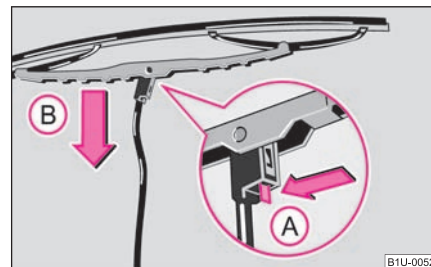

Fig. 51 Escobilla para el parabrisas
- Presione el resorte de seguridad en sentido de la flecha **(A)** y, al mismo tiempo, presione la escobilla hacia el parabrisas **(B)** - Precaución, se puede romper el parabrisas. ⇒ **página 55, fig. 51** ⇒ **⚠**.